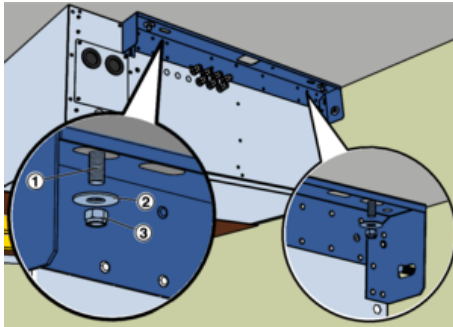
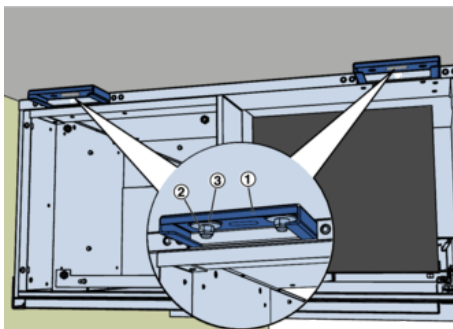

Abb. 9: Befestigung Außenseite Bauteil 1
Abb. 10: 4 Befestigungen an den beiden Laschen an Gerätebauteil 1
Erforderliche Befestigungspunkte für Bauteil 1 (Abb. 9 und Abb. 10)
5. ▶ Gerät an den Decken-Gewindestangen (Abb. 9/1) mit Karoseriescheiben (Abb. 9/2) und selbstsichernden Muttern (Abb. 9/3) befestigen, so dass es noch etwas bewegt werden kann.
Die Gewindestangen dürfen nicht über die Laschen (Abb. 10/1) hinausragen, da diese sonst mit dem Bauteil 2 kollidieren. Andernfalls die Gewindestangen vor Montage von Gerätebauteil 2 kürzen.
Wichtig: Die Verschraubungen der Laschen (Abb. 10) sind nach Montage von Gerätebauteil 2 nicht mehr zugänglich.